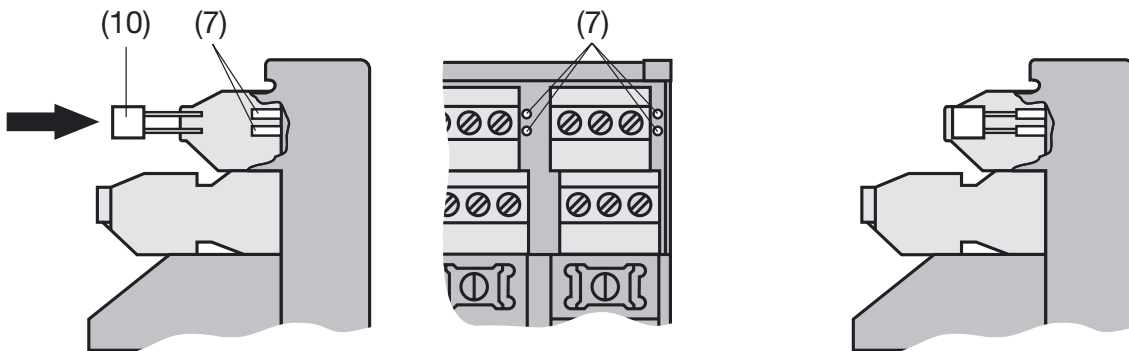

Fig. 6. Résistance de compensation Ni 100 (10) enfichée dans le support d'appareils (7).
Saisir la résistance Ni 100 (10) avec des brucelles adéquates et enficher les fils dans les douilles (7) selon Fig. 6.
² Enficher Ni 100 selon Fig. 6 de ce mode d'emploi.